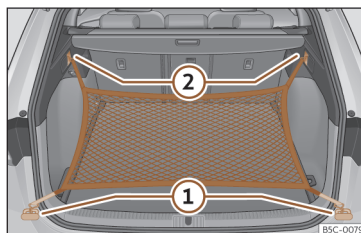

Fig. 195 Na bagageira: argolas ① e ganchos ② para fixar o saco de rede.
- Fixe os ganchos curtos da rede nas argolas de fixação >>> **Fig. 195** ① >>> . O fecho de correr do saco deve ficar voltado para cima.
- Fixe as fitas nos ganchos para prender sacos ②.